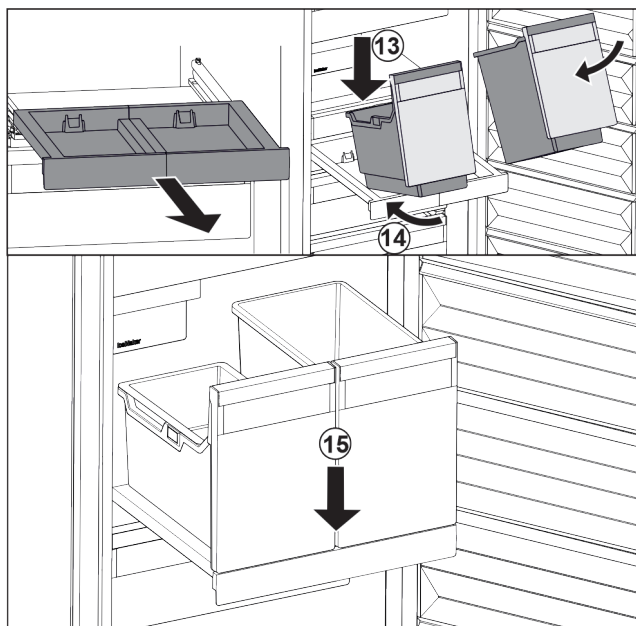

Fig. 24
- Placer les bacs sur le compartiment coulissant en les inclinant. Fig. 24 (13)
- Pousser les bacs jusqu'au fond en les inclinant. Fig. 24 (14)
- Déposer les bacs par l'avant. Fig. 24 (15)